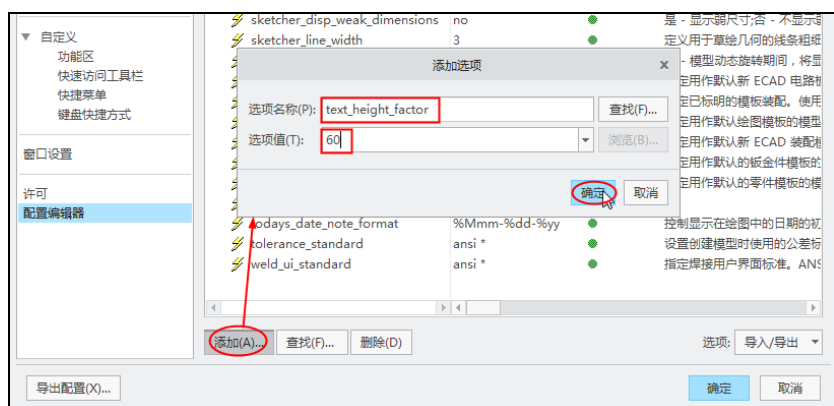

图 2-116 添加选项并输入选项值
- 04** 单击 **添加(A)...** 按钮，在弹出的“添加选项”对话框中输入选项名称 `text_height_factor`，设置“选项值”为 60，单击 **确定** 按钮，关闭对话框，如图 2-116 所示。